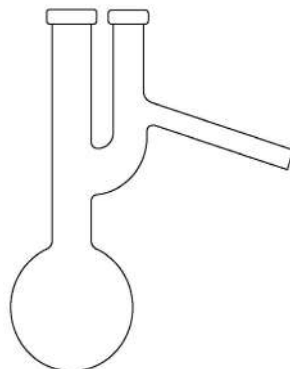

Рис. 28. Колба Вигре
12. **Колба Вигре с отростком-дефлегматором** (рис. 28) служит для частичной конденсации паров жидкости, имеющих более высокую температуру кипения, чем остальные компоненты перегоняемой смеси. Также колба Вигре используется для фракционной перегонки (дистилляции) веществ. При фракционной дистилляции веществ в отвод от отростка дистиллятора вставляют прямоточный холодильник Вейгеля-Либиха. В горло колбы вставляют резиновую эластичную пробку, так как шлифы и притёртые пробки не